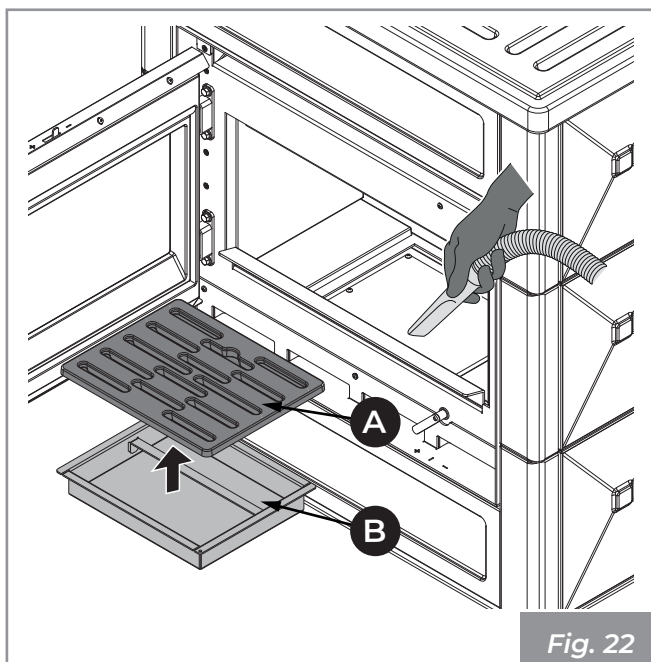

Fig. 22
- 1) Limpiar cuidadosamente la rejilla (A) (Fig. 22). Retirla y efectuar la limpieza del fogón utilizando una escobilla (no en dotación) llevar los residuos de la combustión al cajón de cenizas.
- 2) Extraer el cajón de cenizas (B) de la base y aspirar la ceniza eventual depositada en los compartimientos subyacentes (Fig. 22).